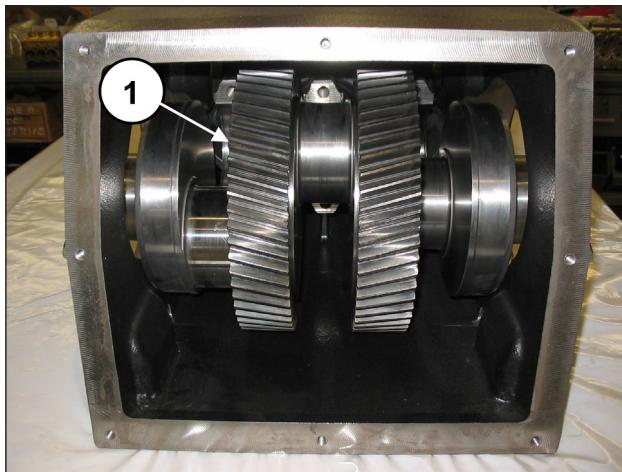

Abb. 51
**Achten Sie beim Einschieben der Kurbelwelle in das Gehäuse auf die Ausrichtung der Zahnkranz-Verzahnung lt. Abb. 51.**